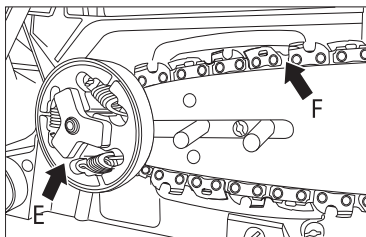

Рис. 8
6. Заведете верига зад водеща верижно колело (E). Проверете, дали звена на веригата са поставени добре между зъби на верижното колело (рис. 8).
7. Поставете звена в цепнатина на шина (F) по периферия (рис. 8).